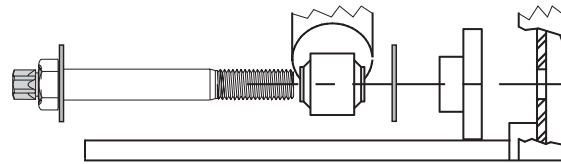

Figura 2. Ensamble los componentes del amortiguador
5. Inserte el tornillo para montaje inferior tipo desprendible a través de la rondana endurecida, amortiguador, rondana endurecida, el bloque espaciador y en el agujero de la viga de la suspensión (Figura 2).